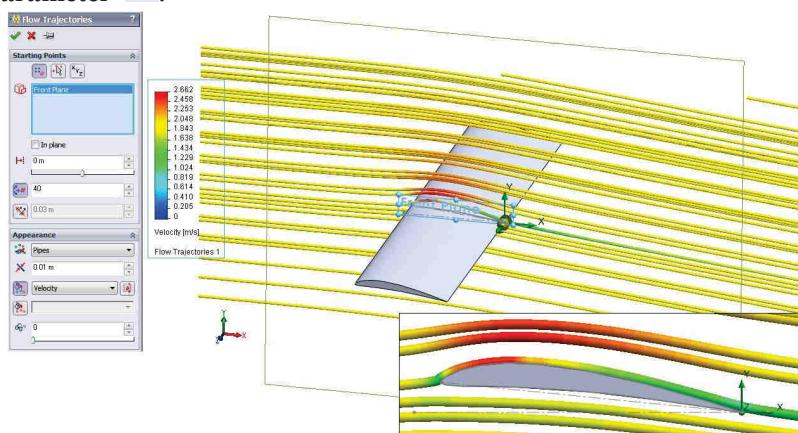

Fig. 16.19
- Click dreapta pe icoana **Flow Trajectories** și selecție opțiune **Insert**. Va apărea fereastra **Flow Trajectories**, fig. 16.19.
- Right-click the **Flow Trajectories** icon and select **Insert**. The **Flow Trajectories** dialog box appears, fig. 16.19.